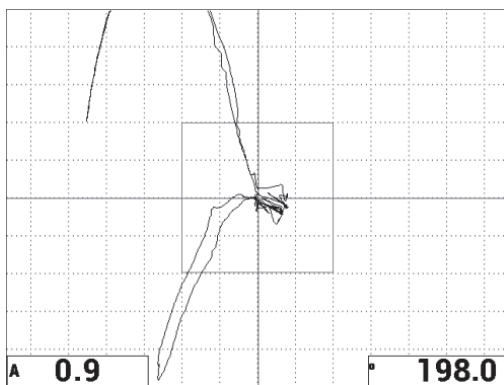

图 6-10 XY 飞点的波幅 (A) 和相位 (°)
屏幕上的读数栏中会实时显示 XY 飞点的波幅 (A) 和相位 (°) (参见第 119 页的图 6-10)。要了解如何更改实时读数的信息，请参阅第 54 页的“显示实时读数”。